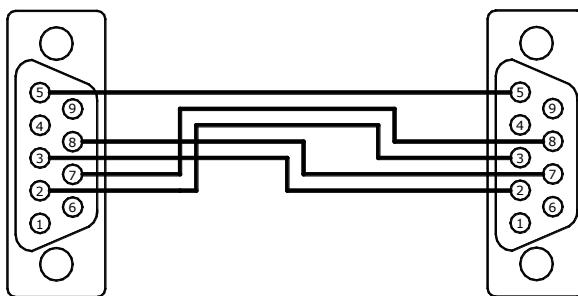

Рис. 7.5
7.6.2 В случае, когда теплосчетчик поставляется с установленным переходным кабелем (см. карту заказа, ПРИЛОЖЕНИЕ А), для считывания данных по интерфейсу RS-232C в ПК необходимо подключить к переходному кабелю, изображенному на рис. 7.4, нуль-модемный кабель (см. рис. 7.5).